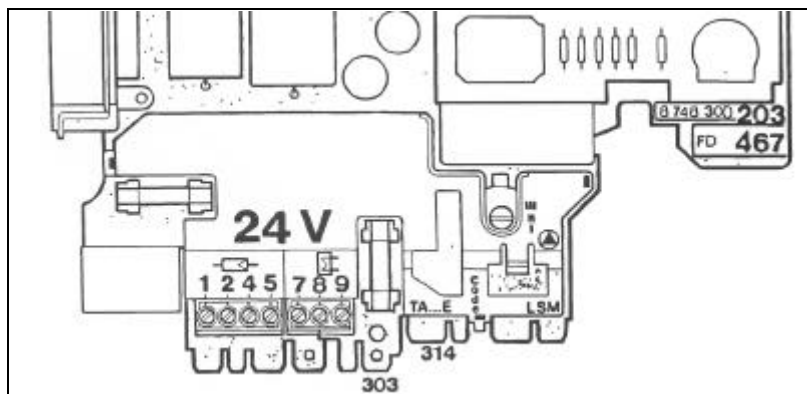

Fig. 15
De inbouwbare buitenregeling wordt rechtstreeks aangesloten aan klem (314) met de verbindingskabel, de schakelklok aan klem (318). Zie fig. 15.
La régulation climatique incorporable est raccordée directement à la borne (314), l'horloge de commutation à la borne (318). Voir fig. 15.
De NTC-voeler van de JUNKERS-boiler aansluiten op de klemmen 303 van de printplaat (zie fig. 15).
Raccordez la sonde CTN du boiler JUNKERS aux bornes 303 de la plaque imprimée (voir fig. 15).